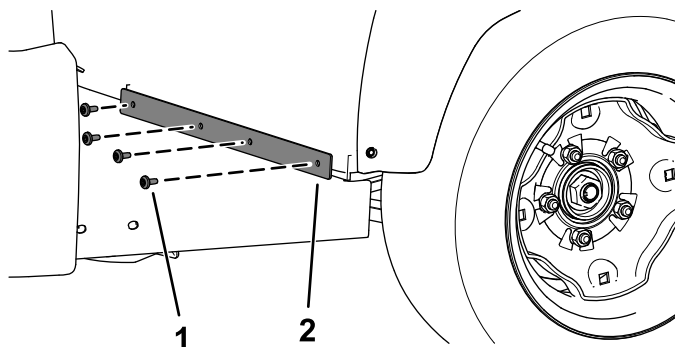

図 7
10. シール 2 枚を取り付ける各側で torx ヘッドねじ 1/4 x 7/8 インチ 4 本を使用する 図 7。